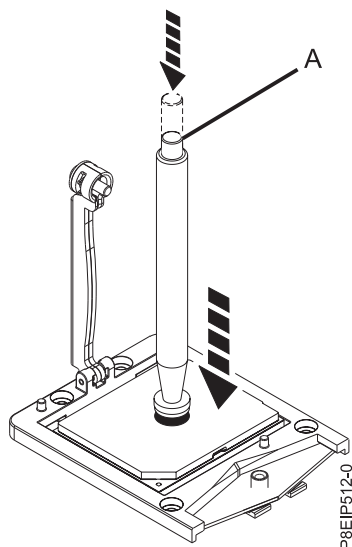

図 50. システム・プロセッサ・モジュールへの真空ペンのロック
8. 真空ペン・ツールをシステム・プロセッサ・モジュールの上を下ろします。ペン (A) の上部を完全に押し込み、ペンをシステム・プロセッサ・モジュールの中央に保持します (51 ページの図 50 を参照)。ペンの上部を放して、ペンをシステム・プロセッサ・モジュール上に固定します。